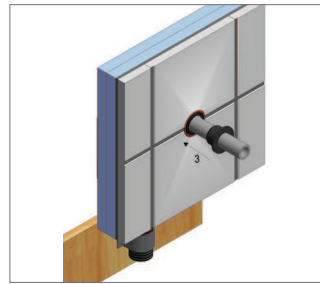

Fig. 5-50
- **Steg 3:** Dra på rörtätningen som följer med väggbockfixturset 25 och skjut den helt tillbaka för att tätta gapet mellan PEX-rör och skyddsror 25 (Fig. 5-50). Använd ett för PPS EPDM lämpligt smörjmedel.